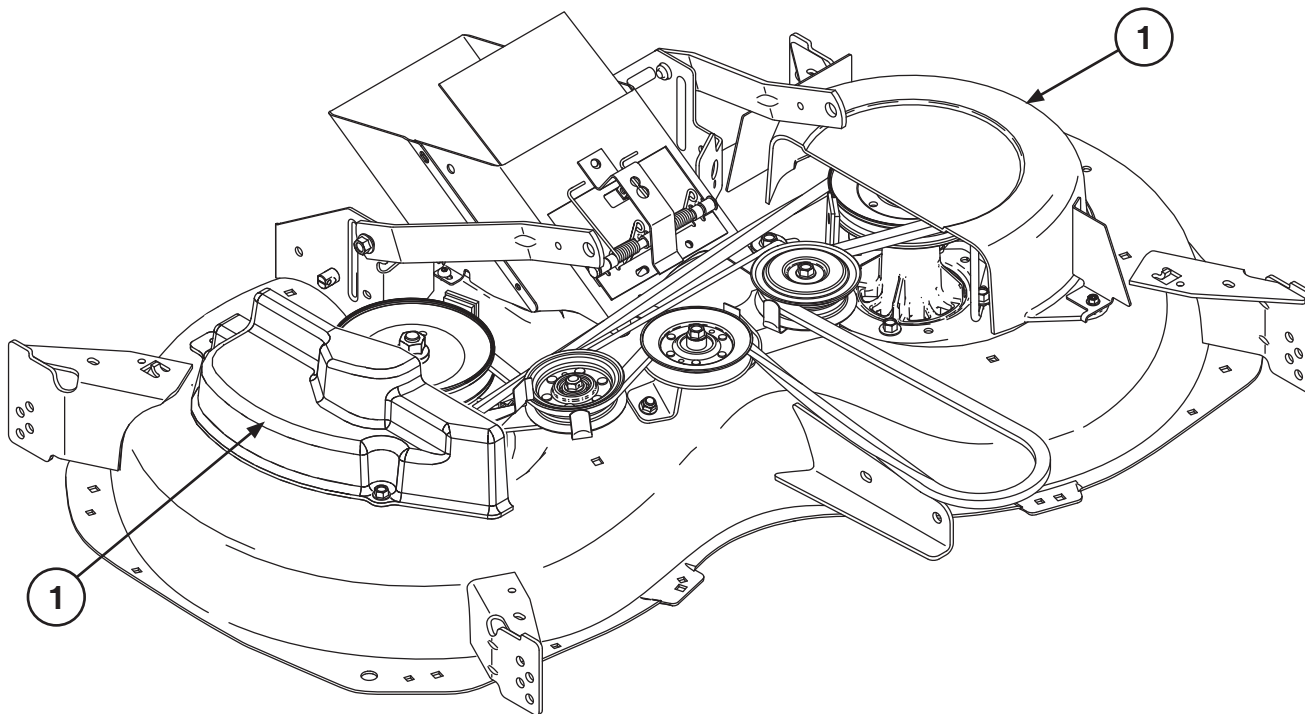

Fig. 8
- Ⓔ 11. Sätt fast remskivekåporna (1) igen (bild 8).
- ⓃⓄ 11. Fest snorhjuldekslene på nytt (1) (Fig. 8).
- ⒹⓀ 11. Monter remskivens dæksler (1) (fig. 8).
- ⓅⓉ 11. Fixe novamente as coberturas da polia (1) (fig. 8).